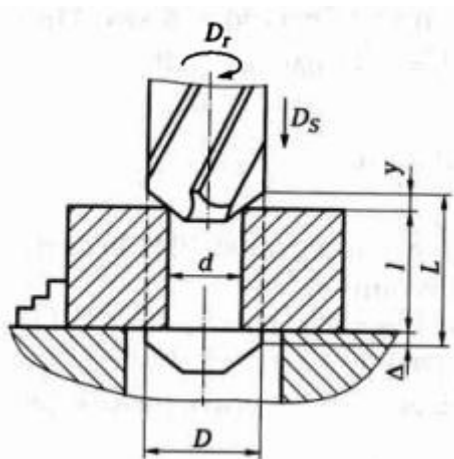

Рисунок 1 – Схема процесса зенкерования
1. На вертикально-сверлильном станке 2Н135 зенкеруют предварительно обработанное сквозное отверстие (рисунок 1) диаметром $d=44,4$ мм до диаметра $D=46,7$ мм на глубину $l=70$ мм (под последующую обработку одной разверткой). Материал заготовки – бронза БрОЦ4-3 твердостью 70НВ. Заготовка – отливка. Обработка выполняется с охлаждением. Требуется выбрать режущий инструмент, назначить режим резания и определить машинное время.
2. На вертикально-сверлильном станке 2Н135 зенкеруют сквозное отверстие (рисунок 1) диаметром $d=42$ мм до диаметра $D=44$ мм на глубину $l=10$ мм. Материал заготовки – сталь 45Х с $\sigma_{\text{в}}=650$ МПа и твердостью 180НВ. Заготовка из горячекатаного проката, при обработке она охлаждается эмульсией. Требуется выбрать режущий инструмент, назначить режим резания и определить машинное время.
3. На вертикально-сверлильном станке 2Н135 зенкеруют сквозное отверстие (рисунок 1) диаметром $d=18$ мм до диаметра $D=20$ Н11 мм на глубину $l=20$ мм. Материал заготовки сталь 45Х с $\sigma_{\text{в}}=600$ МПа и твердостью 160НВ. Заготовка из горячекатаного проката, при обработке она охлаждается эмульсией. Требуется выбрать режущий инструмент, назначить режим резания и определить машинное время.
4. На вертикально-сверлильном станке 2Н135 зенкеруют сквозное отверстие (рисунок 1) диаметром $d=40$ мм до диаметра $D=42$ Н11 мм на глубину $l=25$ мм. Материал заготовки сталь 45Х с $\sigma_{\text{в}}=650$ МПа и твердостью 165НВ. Заготовка из горячекатаного проката, при обработке она охлаждается эмульсией. Требуется выбрать режущий инструмент, назначить режим резания и определить машинное время.
5. На вертикально-сверлильном станке 2Н135 зенкеруют сквозное отверстие (рисунок 1) диаметром $d=50$ мм до диаметра $D=51$ Н11 мм на глубину $l=25$ мм. Материал заготовки сталь 45 с $\sigma_{\text{в}}=700$ МПа и твердостью 180НВ. Заготовка из горячекатаного проката, при обработке она охлаждается эмульсией. Требуется выбрать режущий инструмент, назначить режим резания и определить машинное время.